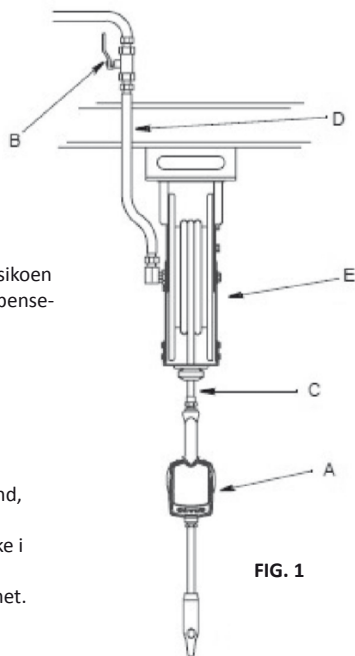

FIG. 1
FIG. 1 viser en typisk installation med slangerulle.
1. Luk for væskens lukkeventil (B, FIG. 1) på hver dispenseringsposition.
5. Luk langsomt for lukkeventilen (B, FIG. 1) ved dispenseringspositionen. Gennemskyl med en tilstrækkelig mængde olie for at sikre, at hele systemet er rengjort. Luk for ventilen.
2. Åben alle dispenseringspositioners lukkeventiler (B, FIG. 1) og start pumpen op for at trykregulere systemet. Se Drift for den korrekte brug af oliepistolen. For at sikre dispenseringspræcision, tøm da al luft fra væskeledningerne og dispensereren, inden anvendelse.